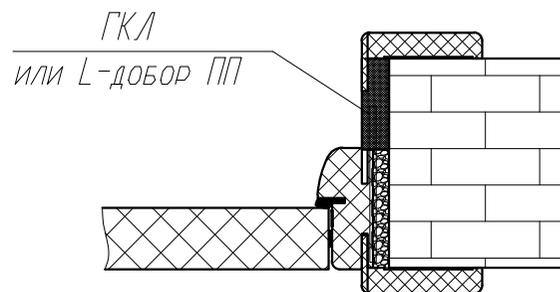

Рис. 3.
8. Для толщины стен более 75мм необходимо произвести отделку проема по всему периметру ГКЛ или ПП доборами (рис. 3).